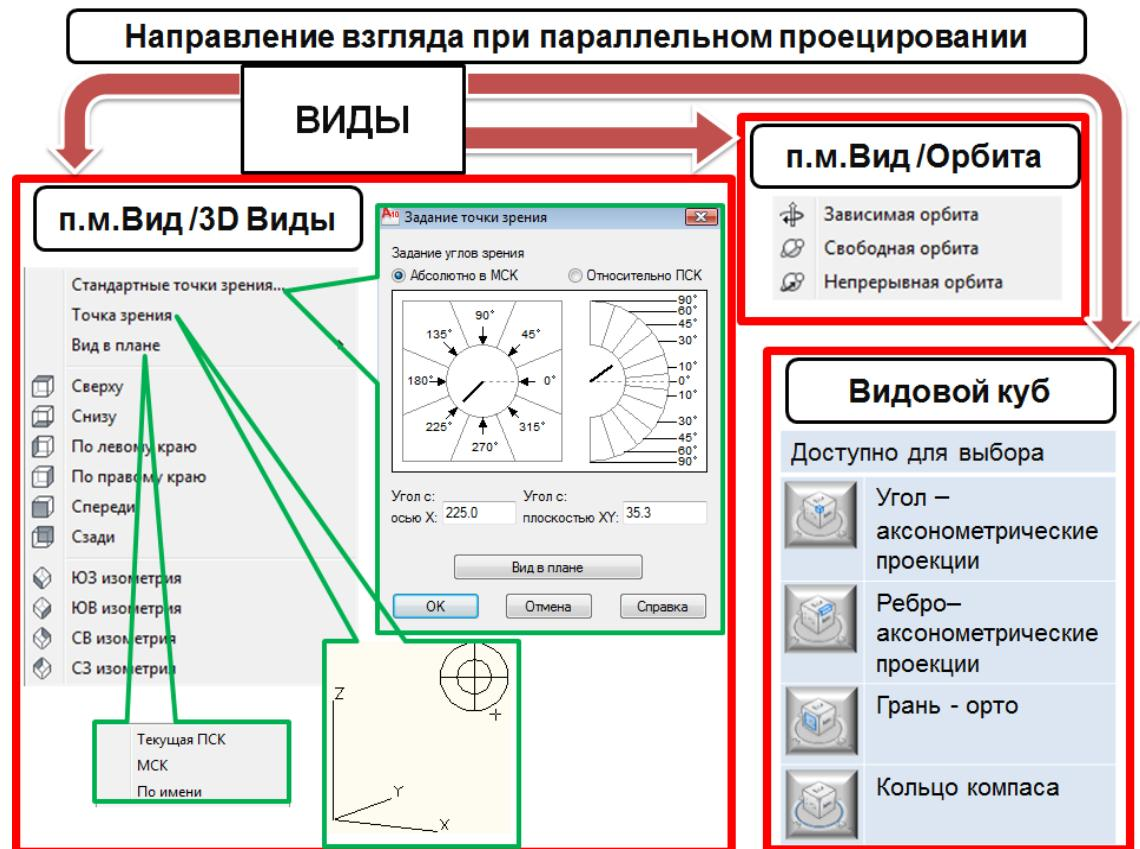

Рис.3.3. Направление взгляда при параллельном проецировании.
**Пример 1:** Задать точку А, используя ее проекцию на плоскость ХОY(рис.3.3).